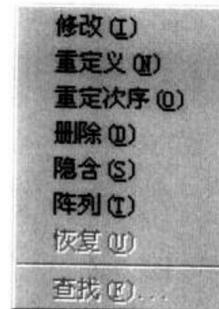

图 1.4
- 编辑** 提供符合当前应用环境的下拉菜单。在三维建模状态下，编辑菜单如图 1.4 所示。它包括了修改、重定义、重定次序、删除、隐含、阵列等常用命令。